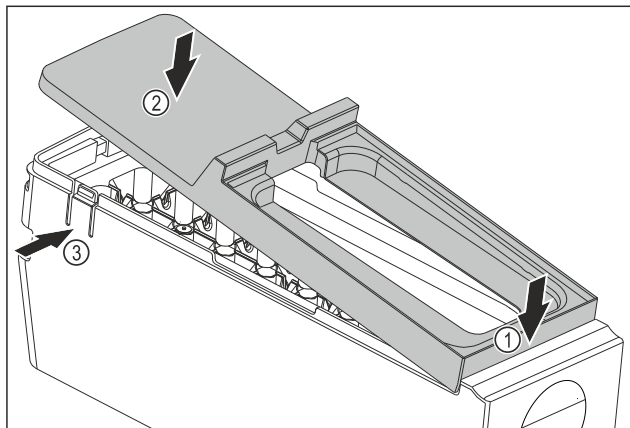

Fig. 160
- Abdeckung des EasyTwist-Ice-Korpus montieren: Abdeckung vorne ansetzen. Fig. 160 (1)
- Abdeckung hinten absenken. Fig. 160 (2)
- Abdeckung rastet hörbar in beiden Laschen Fig. 160 (3) ein.